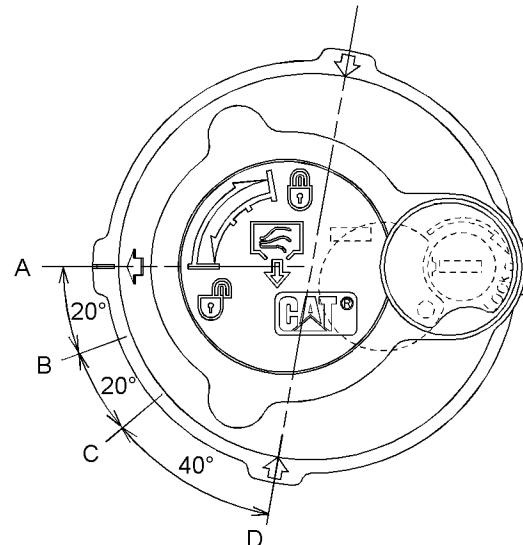

Ilustración 384
**7.** Suelte la presión que puede haber en el circuito hidráulico de retorno con el siguiente procedimiento. Consulte la Ilustración 384 para ver las posiciones de la tapa del tubo de llenado.
- Gire la tapa del tubo de llenado hacia la izquierda y mueva la flecha de la posición (A) a la posición (B).
- Suelte la presión durante un mínimo de 45 segundos moviendo la flecha de la posición (B) a la posición (C).
- Oprima la tapa del tubo de llenado y muévala para que la flecha vaya de la posición (C) a la posición (D).